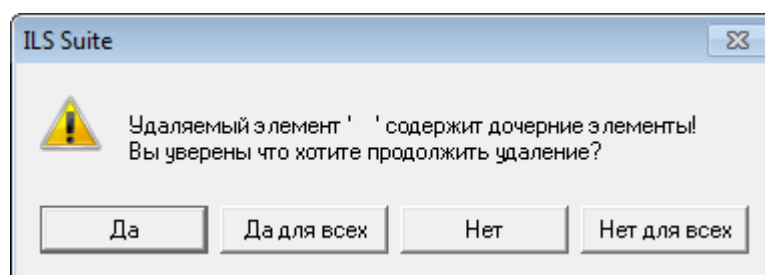

Рис. 12-5 – Сообщение о наличии в разделе вложенных объектов
5) В том случае, если раздел не содержит дочерних элементов (разделов или объектов), он удаляется без вывода информационного сообщения. Если же раздел содержит другие разделы или объекты, об этом сообщается в новом диалоговом окне (рис. 12-5).